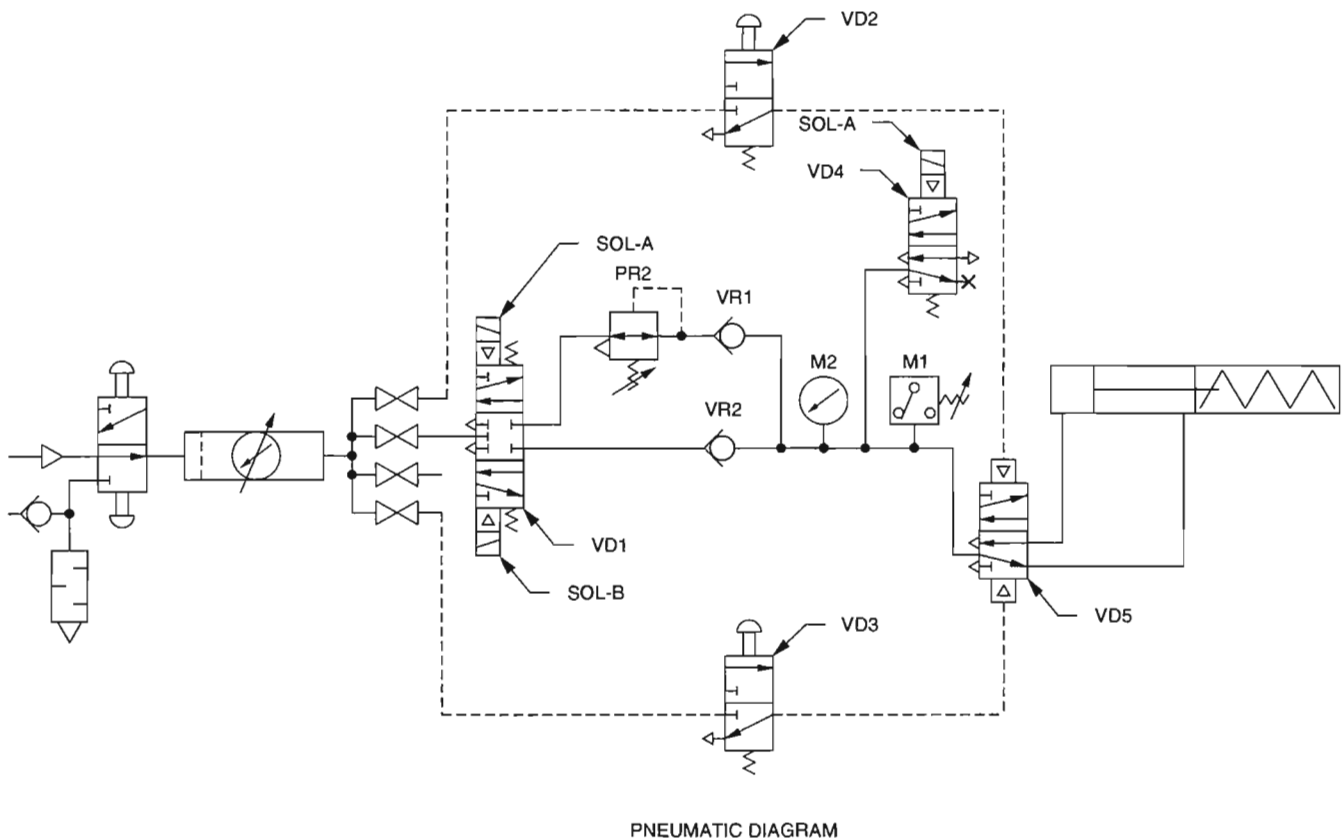

Figura 3-11. Diagrama neumático de un sistema de presión múltiple.
4. En el diagrama neumático de la figura 3-11, ¿Cuál es el propósito de la válvula direccional VD4?
5. En el diagrama neumático de la figura 3-11, ¿Cuál es el propósito de las válvulas de retención VR1 y VR2?